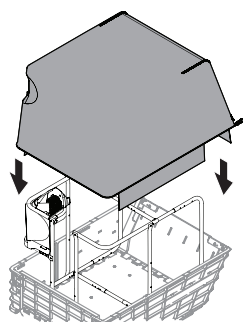

Figure 13
- Enfilez le sac de toile sur le cadre (764-05215). Prenez soin de bien positionner le sac autour de l'adaptateur et de la grille d'aération. Voir Figure 13.